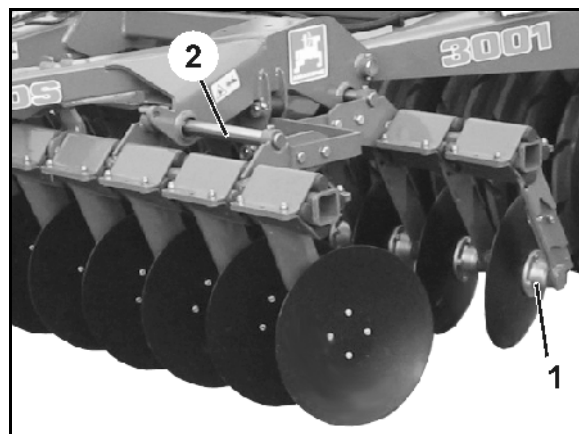

Fig. 8
Les disques galbés (Fig. 8/1) sont logés dans un roulement à billes incliné à deux rangs avec une garniture mécanique d'étanchéité et un remplissage d'huile, ils ne requièrent aucune maintenance.
- Le décalage des deux rangées de disques s'effectue en fonction de la profondeur et de la vitesse de travail par l'intermédiaire de l'unité coulissante (Fig. 8/2). Le réglage s'effectue avec les axes excentrés **AMAZONE**.